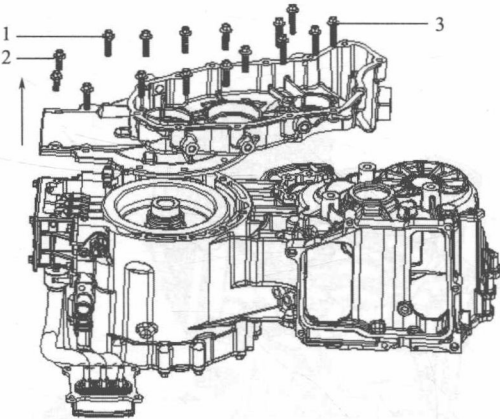

图 1-1-6
(3) 电动机端盖 (减速器前箱体) 拆卸与安装
❶ 用扳手将 M8×30 法兰面螺栓 1、M8×20 法兰面螺栓 2 和 M8×35 法兰面螺栓 3 拧下 (图 1-1-6)。
❷ 用专用工具将端盖慢慢从后箱体上取下来, 待端盖内轴承与转轴轴承脱离后, 轻轻抬起端盖, 将温度传感器接插件的两个绝缘体分离, 由于之前装端盖时在接合面处涂抹了密封胶, 在盖板拆下后要对电动机内部进行清洁, 不得让异物掉入电动机内部。
❸ 当对电动机内部进行维修后, 要对端盖进行安装。安装盖板时, 先在后箱体接合面